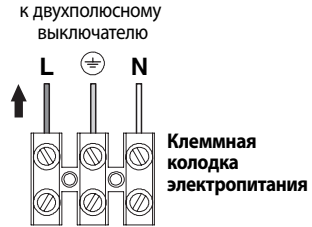

Рисунок 5.28
- Подсоедините токопроводящий кабель, идущий от всеполюсного выключателя, к клеммной колодке электрического питания котла (Рисунок 5.28), соблюдая соответствие линии (коричневый провод) и нейтрали (голубой провод).